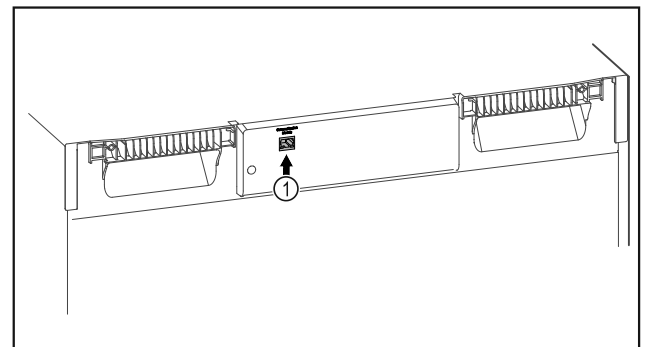

Fig. 108
- SmartModule Fig. 108 (1) ir ievietots.